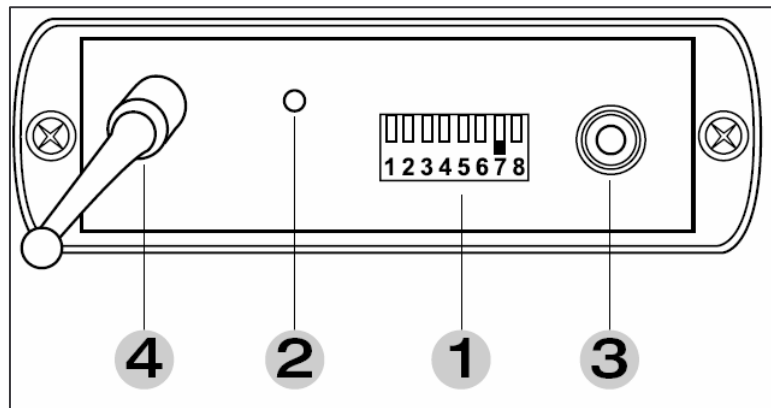

Fig. 1
1.5. Connessioni Trasmettitore (Fig. 1 e 2)